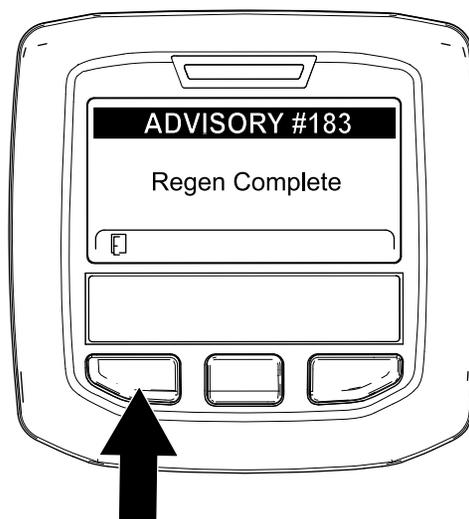

Figura 58
N.º 183 (Figura 58). Prima o botão esquerdo para sair para o ecrã inicial.
Nota: Se a regeneração não for concluída, o InfoCenter apresenta o Aviso N.º 184 (Figura 58). Prima o botão esquerdo para sair para o ecrã inicial.